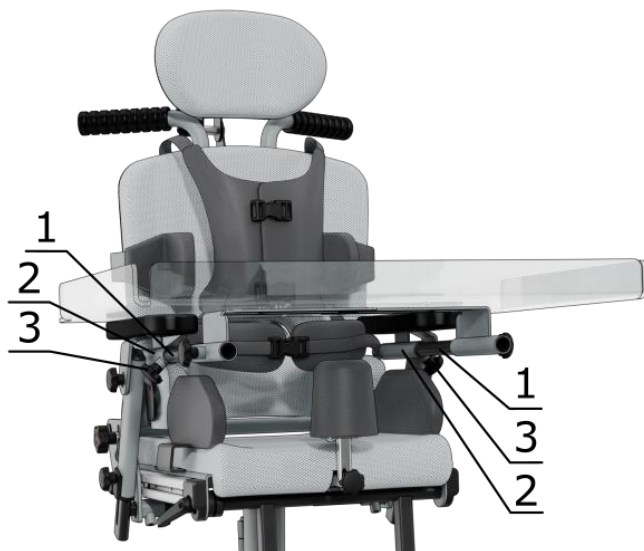

Рисунок 24. Установка и регулировка положения стола.
Для установки стола установите направляющие столешницы (1) в кронштейны (2), и плотно затяните ручки-барашки (3) (**рис.24**)
Для регулировки положения столика в продольном направлении ослабьте фиксаторы перемещения столика вращением против часовой стрелки ручек-барашек (3). Установите нужное положение столика и плотно затяните фиксаторы вращением ручек-барашек (3) по часовой стрелке (**рис.24**).